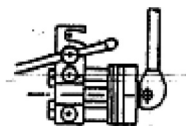

Fig. 1
- A. Apriete la herramienta en un tornillo de banco. Monte la palanca en la excéntrica. Afloje la tuerca mandada por la palanca y abra el estribo de retén de las matrices. **(Fig. 1)**